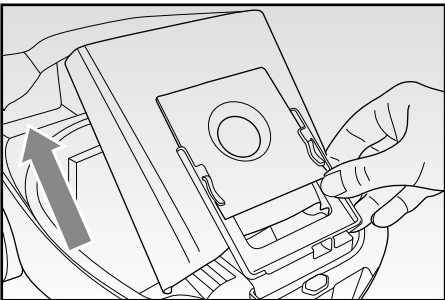

Fig. 8
- Estrarre il sacchetto, prestando attenzione a non strapparne la parte di cartone rigida o in plastica nel caso di sacchetto in tessuto, nelle apposite guide (FIG. 8). Gettarlo nel bidone della spazzatura nel caso di sacchetto in carta, oppure svuotarlo ed eventualmente lavarlo con acqua e detergente neutro nel caso di sacchetto in tessuto.